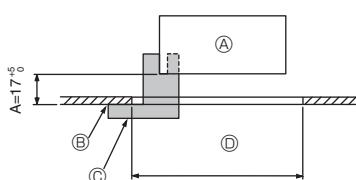

Fig. 9-2
9.2. Izgarayı takma hazırlığı (Fig. 9-2)
- Bu kit ile birlikte verilen geyci ② kullanarak ünitenin tavan göre konumunu ayarlayınız ve kontrol ediniz. Eğer ünite tavana göre doğru yerleştirilmezse hava geçirebilir veya kondansasyon birkimesine imkan verebilir.
- Ⓒ Geyç ② (ünite içine sokulu)